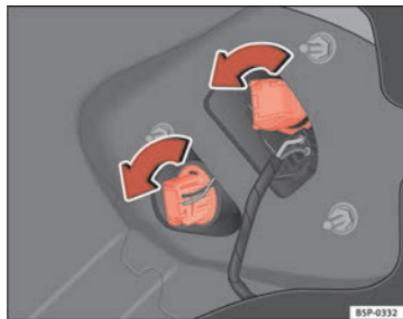

Fig. 186 Luzes na carroçaria
- Rodar o porta-lâmpadas para a esquerda ⇒ fig. 186.